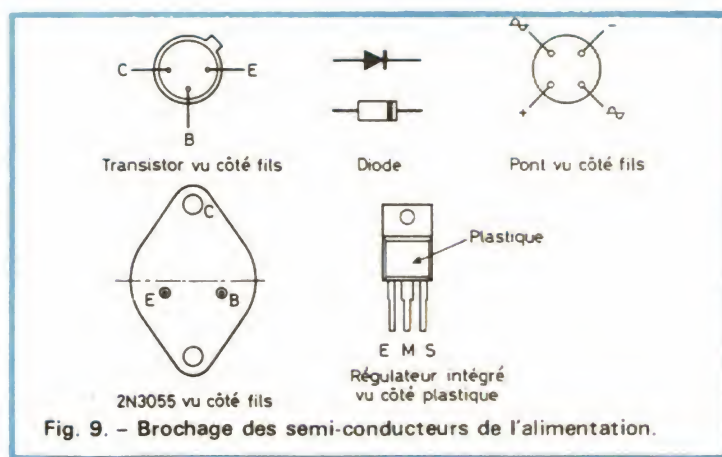

Fig. 9. - Brochage des semi-conducteurs de l'alimentation.
- Le brochage des semi-conducteurs (hormis les ponts car cela dépend du modèle et que, de plus, c'est écrit dessus !) est indiqué figure 9.